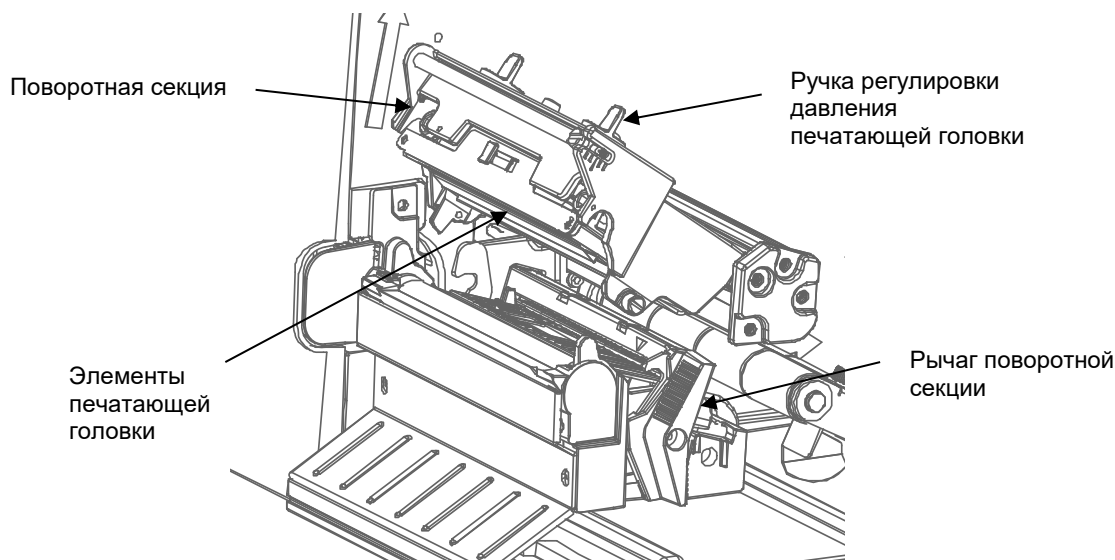

Рис. 2 Открытие поворотной секции
3. Закройте поворотную секцию и поверните ее рычаг влево до конца. (Рис. 2.)